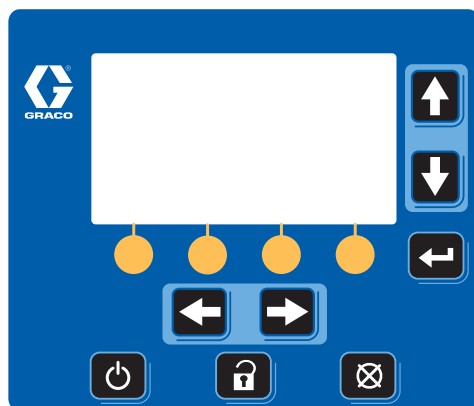

FIG. 8: Displaymodul
- Displaymodul (G). Endast monterad på tryckmatare A. Tillhandahåller skärmar för driftsläge, inställning och styrknappar. Se avsnitt FIG. 8, sidan 14.